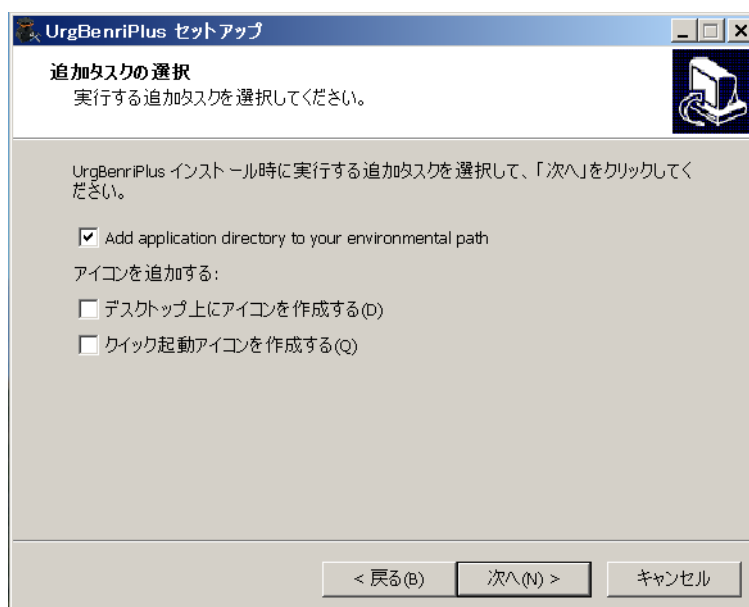

図3.2-6 追加タスクの選択ウィンドウ
7. 図3.2-6 の「次へ」をクリックすると、「UrgBenri」のインストールを開始します。